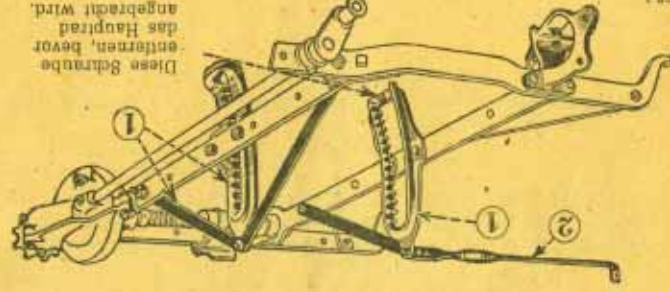

Abbildung Nr. 1
1. Nach Entfernung der Anschlagsschraube (s. Abbildung Nr. 1) den Rahmen vorn hochheben und das Rad anbringen.
Die mit Gewinde versehene Einstellstange (s. Abbildung Nr. 1 und 10) ist in der Fabrik richtig eingestellt, und es ist nicht erforderlich, den Elevator nachzuprüfen oder neu einzustellen, bevor der Bindemäher eine gewisse Zeit gearbeitet hat.